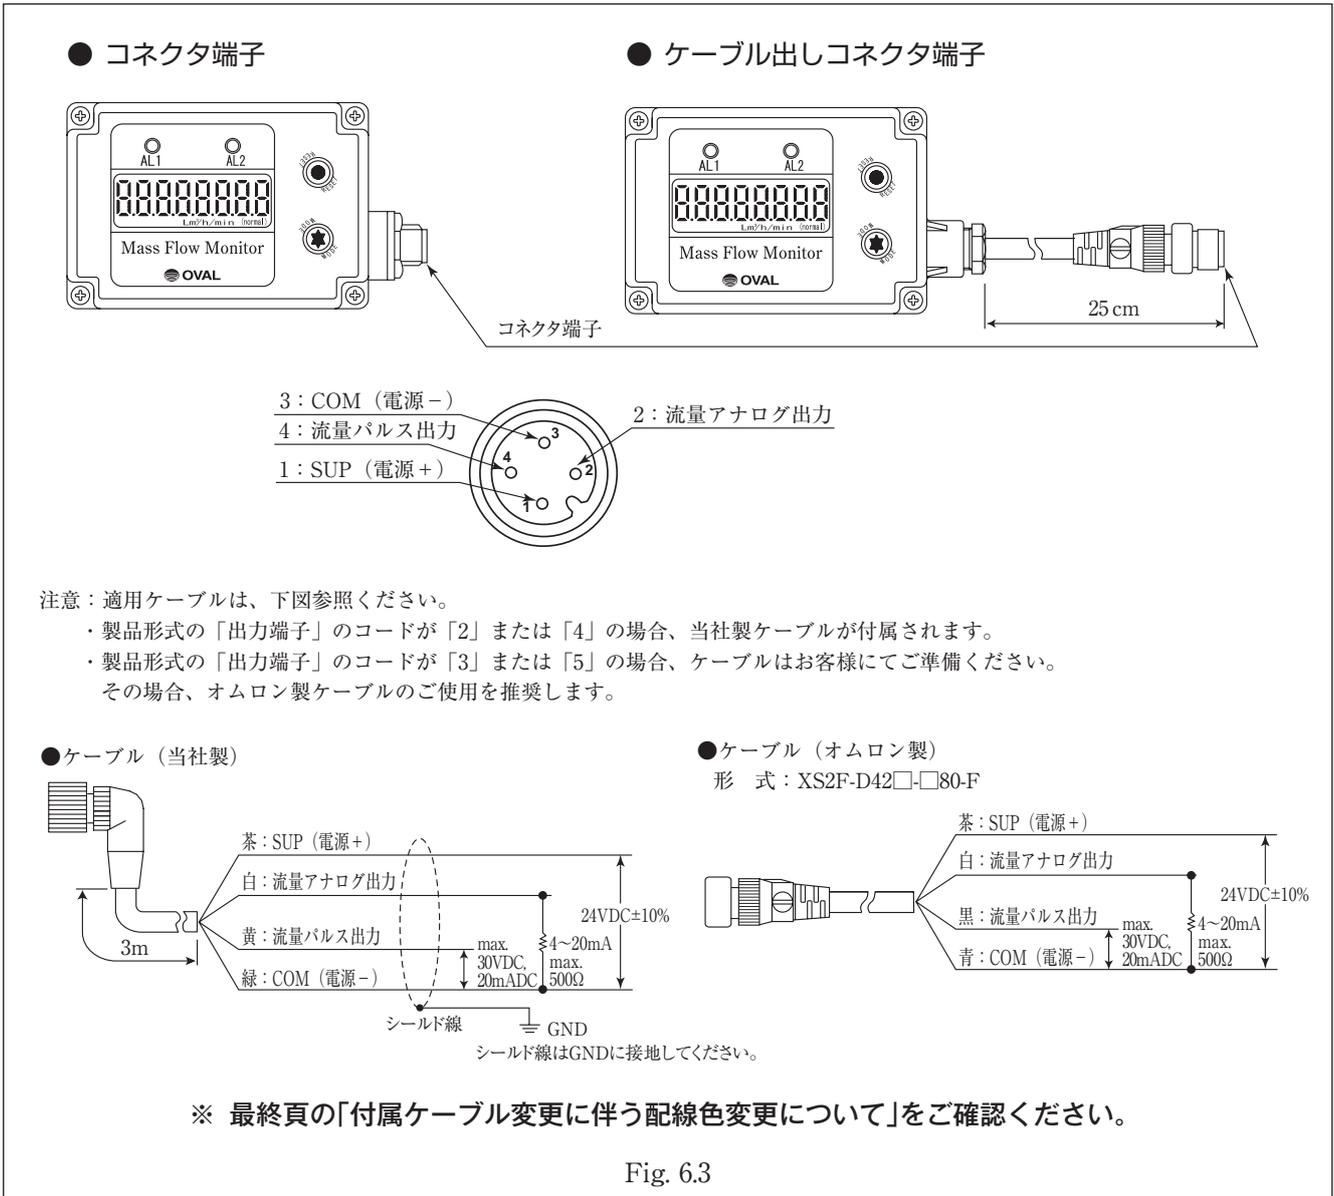

Fig. 6.3
(3) 流量パルス出力+流量アナログ出力 仕様(Fig. 6.3)